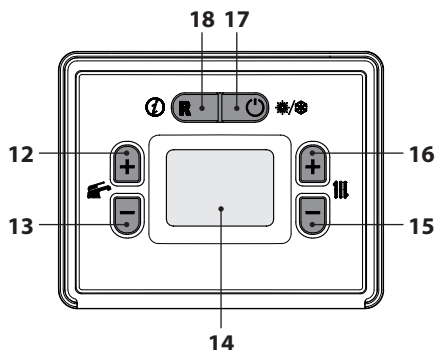

Figura 2.5
- Premere il tasto 17 fino a far apparire sul display il simbolo  (Figura 2.5).
La temperatura dell'acqua calda di mandata riscaldamento è regolabile agendo sui tasti 15 (diminuzione) e 16 (aumento) (Figura 2.5) da un minimo di circa 38°C ad un massimo di circa 85°C (vedere "Selezione del set temperatura riscaldamento" a pag. 38). Alla prima pressione di uno dei due tasti si ha la visualizzazione del valore di "set", alla seconda pressione si accede alla modifica.
Comunque se la temperatura ambiente non dovesse essere confortevole si può aumentare o diminuire la temperatura di mandata dell'impianto riscaldamento di  $\pm 15^{\circ}\text{C}$  agendo sui tasti 15 (diminuzione) e 16 (aumento) (Figura 2.5).
La temperatura dell'acqua calda sanitaria è regolabile agendo sui tasti 12 (aumento) e 13 (diminuzione) (Figura 2.5) da un minimo di circa  $35^{\circ}\text{C}$  ad un massimo di circa  $60^{\circ}\text{C}$ . Alla prima pressione di uno dei due tasti si ha la visualizzazione del valore di "set", alla seconda pressione si accede alla modifica.